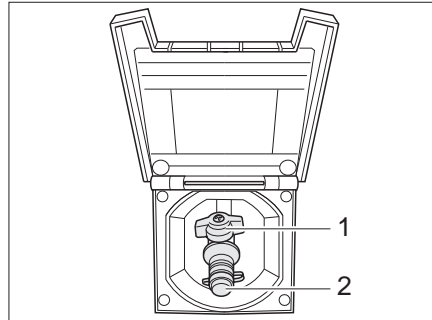

Fig. 158 Toma exterior de gas, válvula de paso de gas cerrada
La toma externa de gas (Fig. 158) está, en función del modelo, en la parte trasera o en el lado izquierdo o derecho del vehículo.
- Conectar el aparato de gas externo en el punto de conexión (Fig. 158,2).
- Abrir la válvula de paso de gas (Fig. 158,1).